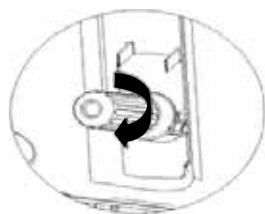

Fig.8
4. Ett klickljud signalerar att patronens tätning har penetrerats efter att den skruvats samman med spetsen, därefter kan gasen strömma in i ölfatet (fig. 8).